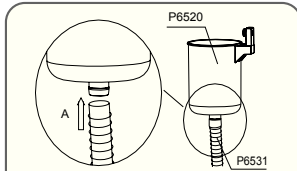

Fig. 7 / Abb. 7 / Kuva. 7 / EIK. 7 / Pnc. 7 / Rys. 7 / 7. Ábra
1. Connect the hose (P6531) to the bottom of the skimmer body (P6520). (See Fig. 7)
1. Ligue a mangueira (P6531) à base do corpo do skimmer (P6520). (Veja Fig. 7)
1. Conecte la manguera (P6531) a la parte inferior del cuerpo del skimmer (P6520). (Vea Fig. 7)
1. Schließen Sie den Schlauch (P6531) am Boden des Skimmergehäuses (P6520) an. (Siehe Abb. 7)
1. Sluit de slang (P6531) aan op e onderkant van de skimmer (P6520). (Zie Fig. 7)
1. Collegare il tubo flessibile (P6531) alla parte inferiore del corpo dello skimmer (P6520) (Vedere Fig. 7).
1. Fixez le tuyau (P6531) au fond du corps du dépollueur (P6520). (Voir Fig. 7)
1. Подсоедините шланг (P6531) к нижней части корпуса скиммера (P6520). (См. Рис. 7)
1. Podłącz wąż (P6531) do spodu korpusu skimmera (P6520). (Patrz Rys. 7)
1. Koppla slang (P6531) till skimmerns undersida (P6520). (Se Fig. 7)